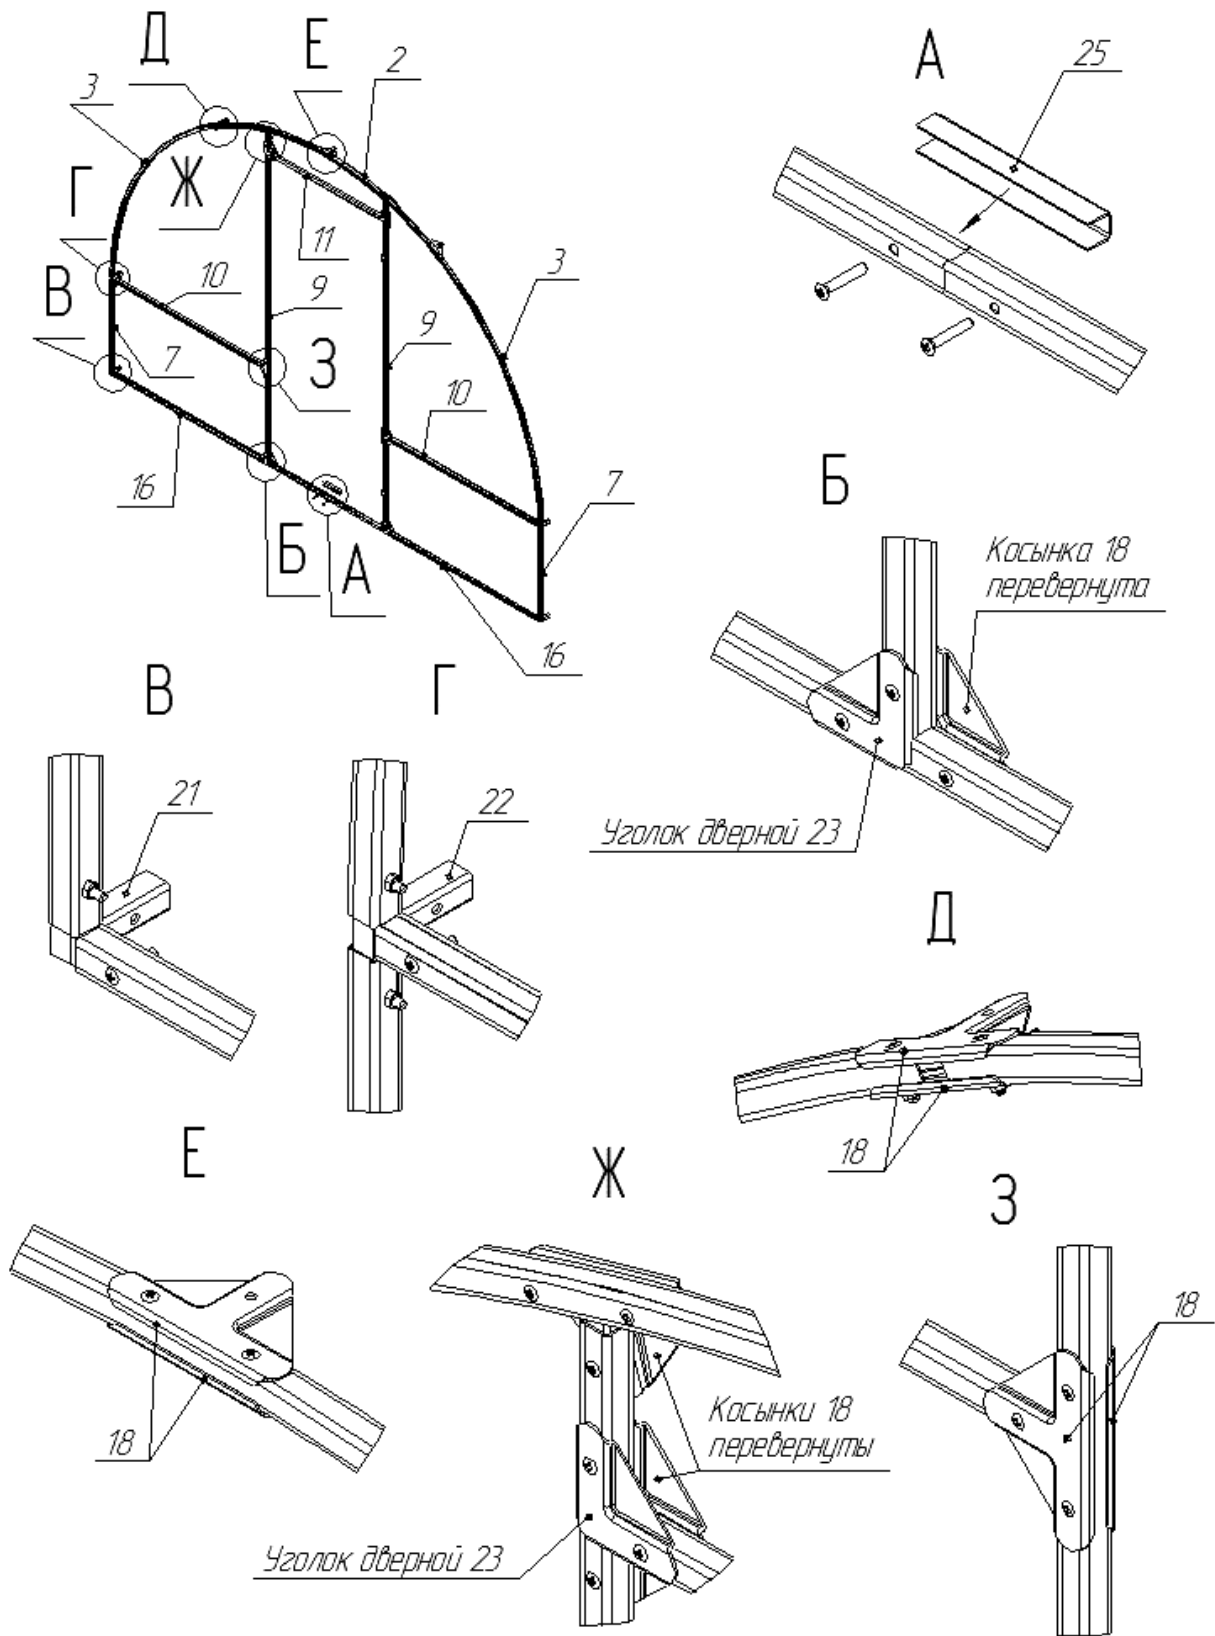

Рис. 1
6.1 Сборку каркаса следует начинать со сборки торцов (рис. 1). Каркас теплицы собирается при помощи винтов М5х30, винты М4х30 предназначены для навески дверей, форточек. Винт М4х40 предназначен для установки ручек.